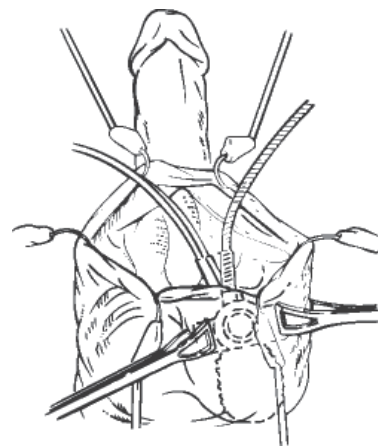

Figure 4-17. Pose de la pompe (Méthode pénoscrotale présentée ici)
3. Appliquez des pinces Allis ou Babcock aux tubulures de la pompe au travers de la peau scrotale pour maintenir la pompe en place (**figure 4-17**) pendant le reste de la procédure.